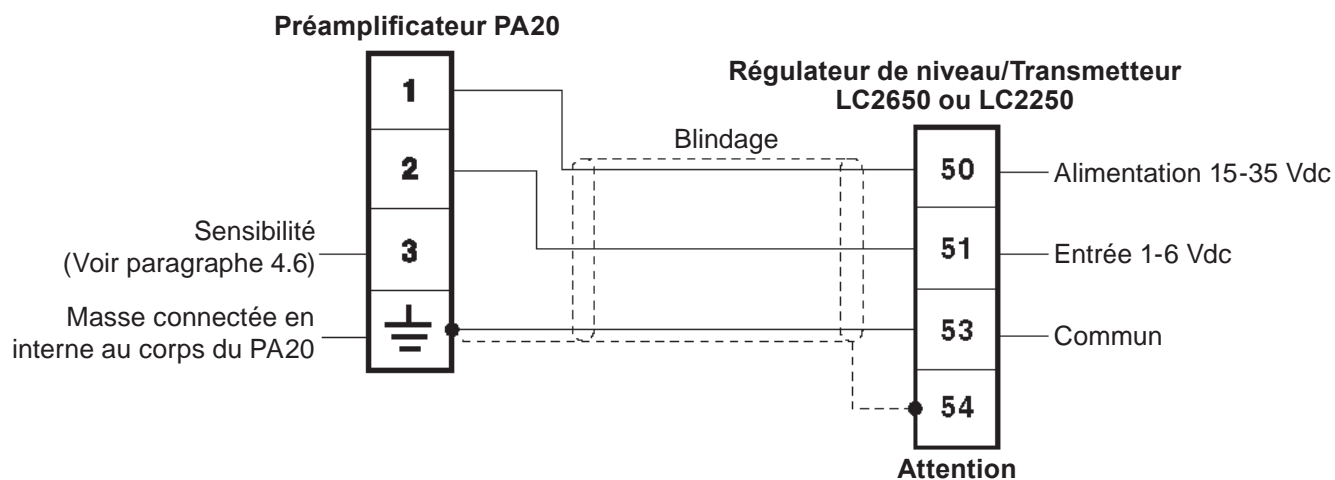

Fig. 3
Une boucle de mise à la terre est créée si le câblage ou le blindage est raccordé sur deux prises de terre, lesquelles ont des tensions différentes. Si les instructions sont suivies correctement, alors le préamplificateur et le blindage du régulateur peuvent être raccordés à la terre uniquement à un bout (Voir Fig. 3).
4.4 Câblage (Voir aussi Fig. 3)